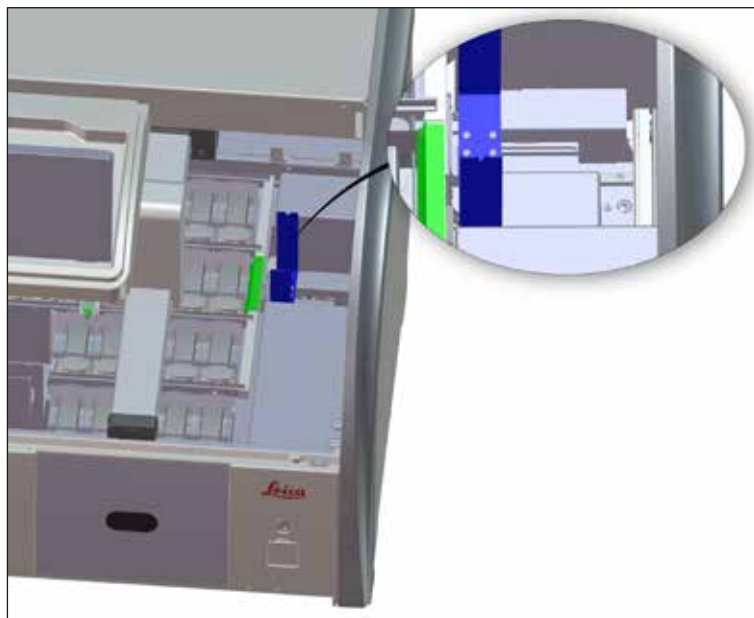

Рис. 98
- Регулярно проверяйте станцию передачи (→ "Рис. 98") на отсутствие остатков реактивов, при необходимости очищайте ее с помощью мягкого бытового чистящего средства с нейтральным значением pH.